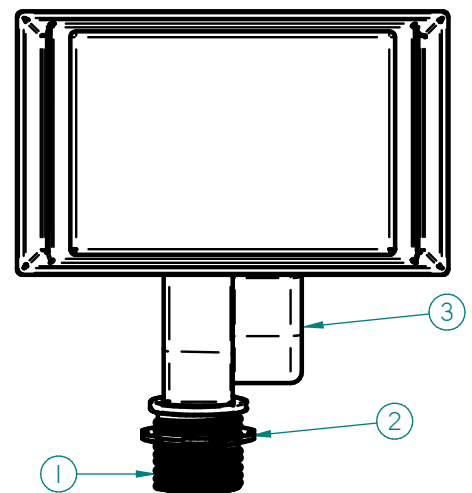

FIGURE 1
Monture d'articulation (Fig. 1):
- Vissez le luminaire sur la boîte électrique en utilisant le filetage 1/2-NPS sur le porte-fusée (1).
- Serrez légèrement le luminaire à l'aide de la clé à écrou de blocage ou de la pince de verrouillage de canal (2).
- Dirigez le projecteur dans la direction souhaitée, puis serrez à fond le contre-écrou et vis à tête fendue (pos. 3, fig. 1).